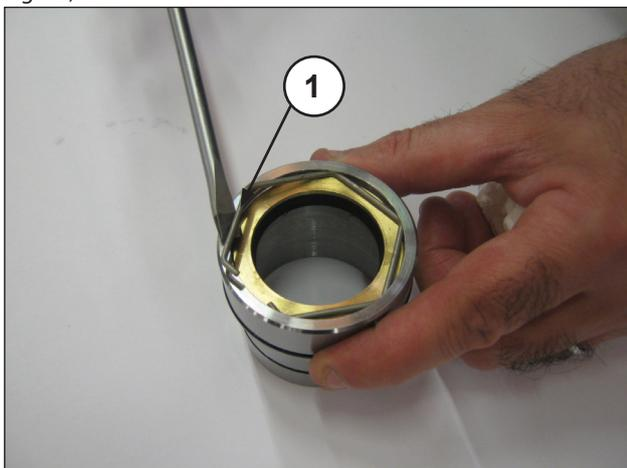
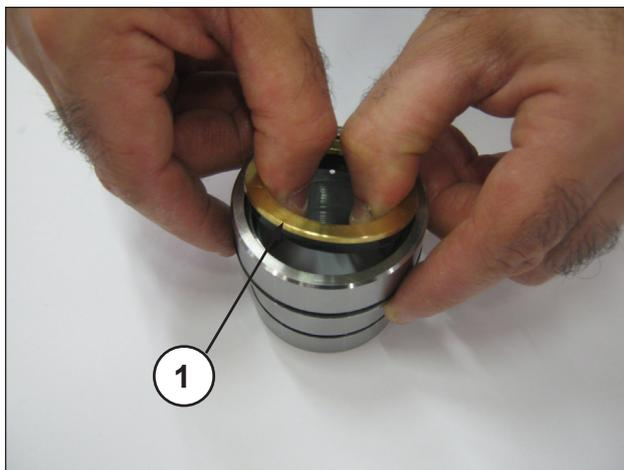

Fig. 33
Fig. 34
Para quitar la junta de baja presión, es necesario desmontar la anilla de tope (pos. ①, Fig. 33) y la anilla de retención (pos. ①, Fig. 34).